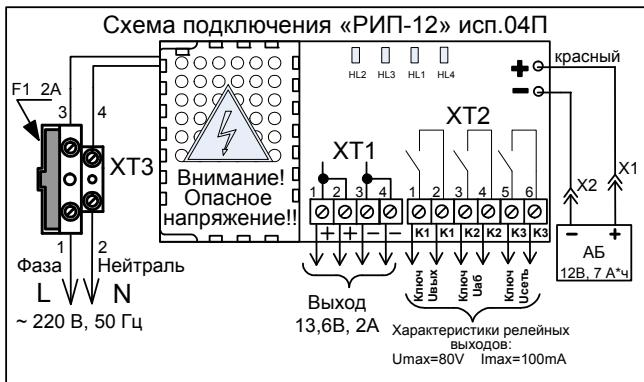

Рисунок 3. Схема подключения «РИП-12» исп.04П
При подключении проводов внешнего питающего напряжения 220 В к сетевой колодке необходимо соблюдать правильность подключения «фаза» и «нейтраль». Подключение цепей к РИП производить в соответствии с рис. 3.
2.3.1 Проверить правильность произведённого монтажа в соответствии со схемой подключения «РИП-12» исп. 04П (рис. 3).
2.4.7 При необходимости организации дистанционной сигнализации наличия сетевого напряжения, выходного напряжения и напряжения батареи подключить выходы оптореле K1, K2 и K3 к шлейфам сигнализации приборов согласно рис. 3. Состояния цепей оптореле приведены в таблице 1.